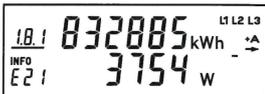

Abbildung 1
- Abbildung 1 = Tarif 1: Energiezählwerksstand OBIS-Code 1.8.1 aktiv